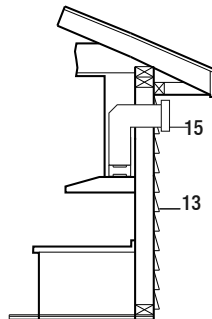
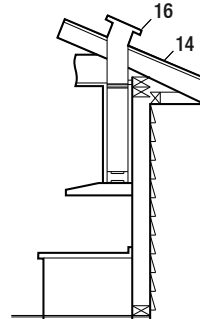

Fig.4
Fig.5
Vous devez utiliser un système de ventilation par le haut débouchant à l'extérieur, comme indiqué sur la figure. 4 et Fig. 5.
- Votre système de ventilation doit évacuer à l'extérieur, soit horizontalement à travers le mur arrière (13) ou verticalement à travers le toit (14) (Voir la Fig. 4/ Fig. 5).